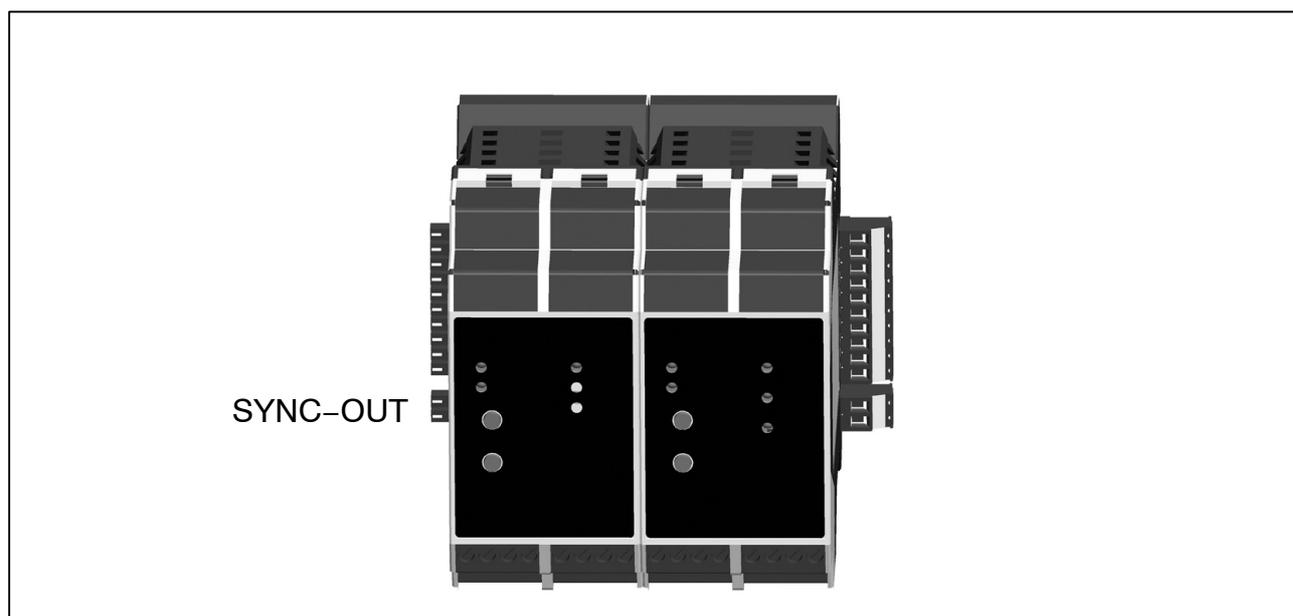
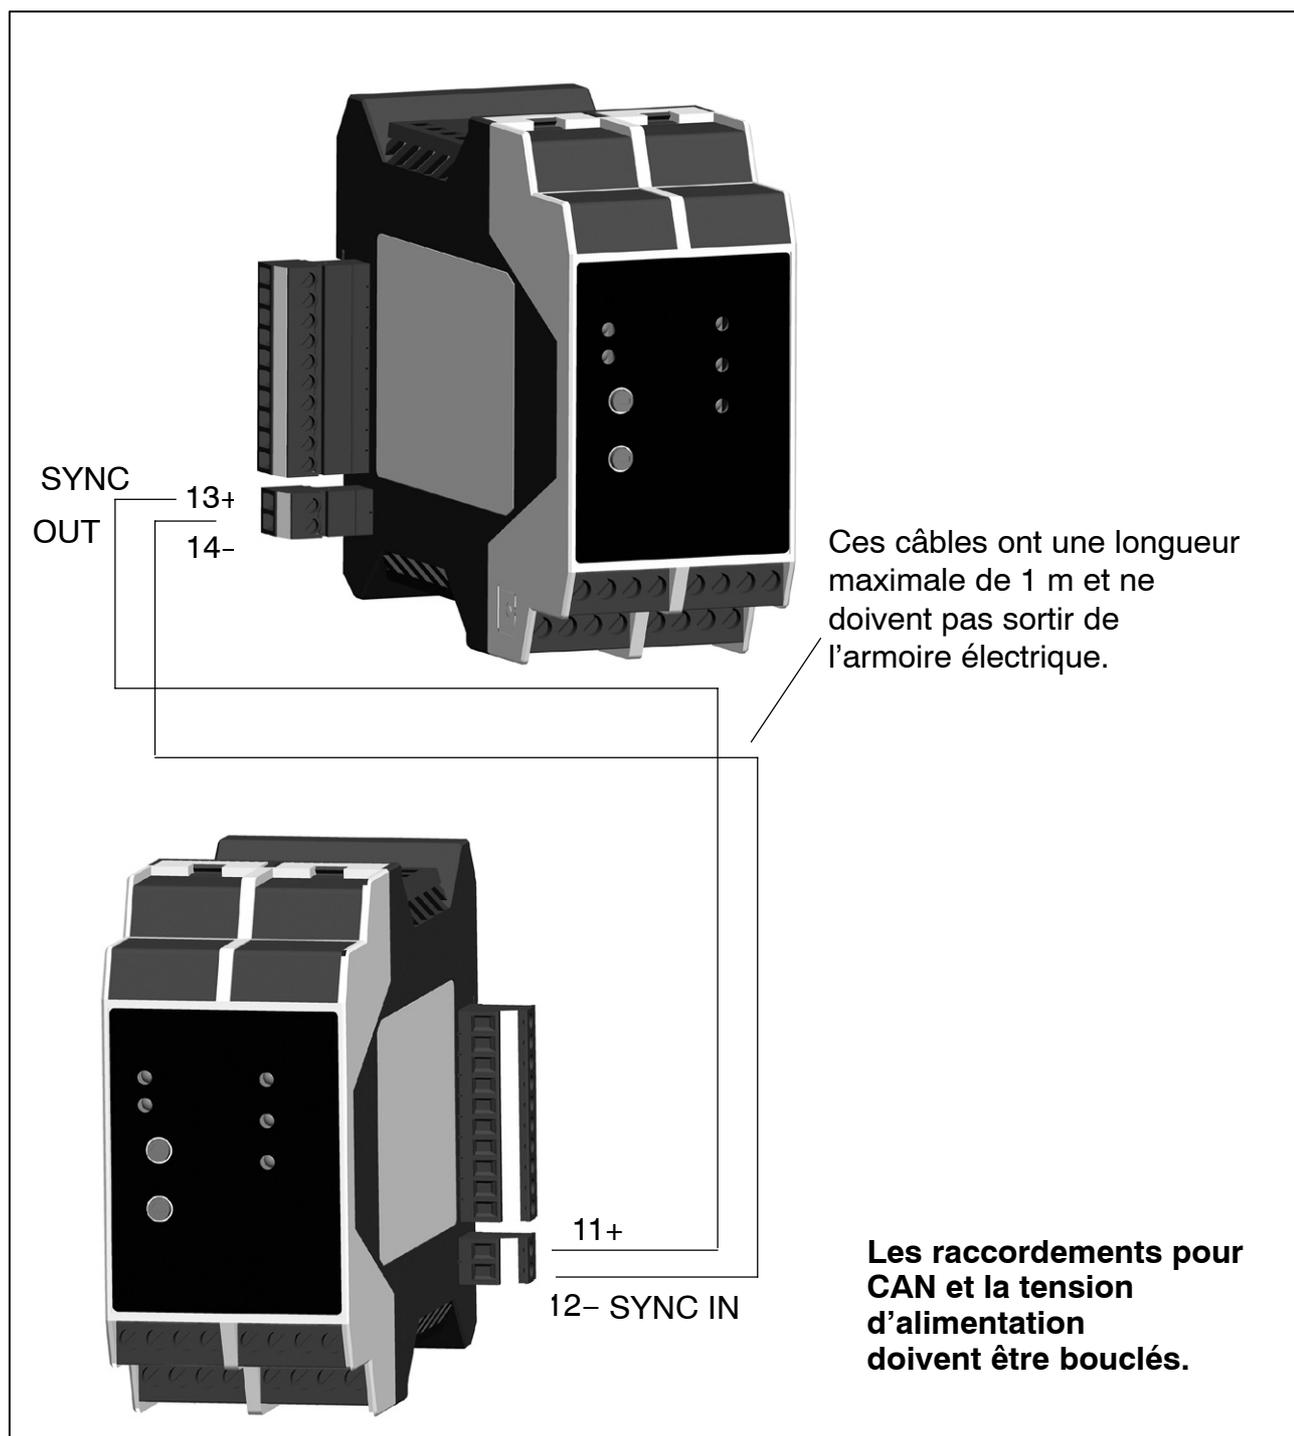

Fig. 2.4 : Modules juxtaposés
Fig. 3.4 : Montage sur plusieurs niveaux
- En cas de montage sur plusieurs niveaux : brancher le connecteur SYNC-OUT sur le module 3 (voir Fig. 2.4 et Fig. 3.4), puis le raccorder à l'entrée SYNC-IN du premier module du niveau suivant.
Lors d'une répartition des modules sur plusieurs rails, il convient d'utiliser les connecteurs de synchronisation à 2 pôles (1-digiCLIP-ST) (cf. Fig. 3.4).